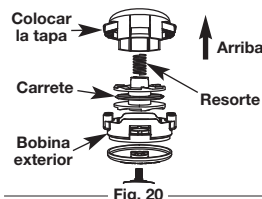

Fig. 20
2. Quite la tapa dejando que salga o es posible que sea necesario mover un poco la tapa y luego sacar la bobina (Fig. 20)
4. Vuelva a colocar el carrete interior en la bobina exterior (Fig. 20).